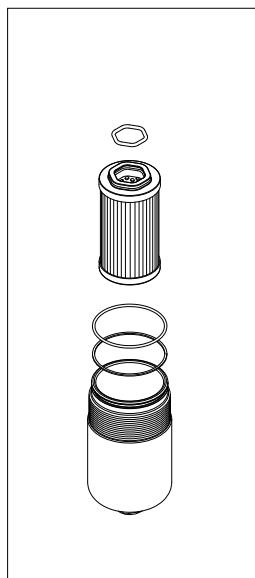

fig. 13
- (Fig. 13) Alloggiare 1°: l'anello antiestrusione e 2°: l'O-ring nella gola del contenitore, inserire lo Hex Ring nel cerchietto dell'elemento filtrante